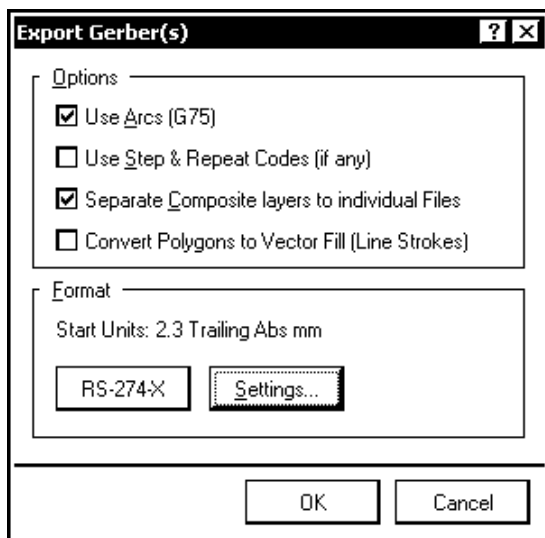

Рис. 13.15. Настройка параметров экспорта из CAMtastic в файлы управляющей информации для фотоплоттера
1. Командой главного меню **File | Export | Gerber** открыть диалоговое окно настройки параметров экспорта (рис. 13.15).